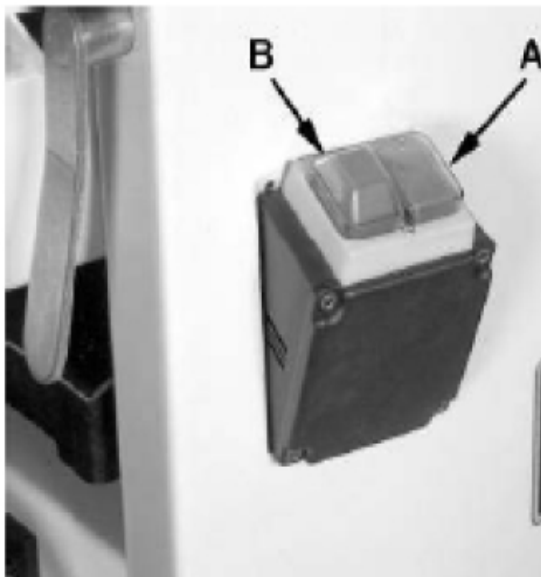

Abb. 7: Bedienelemente START- und STOP-Taste
Schritt 2: Drücken Sie zum Starten die grüne Einschalttaste (A, Abb. 7).
Schritt 3: Drücken Sie die rote Aus-Taste (B, Abb. 7), um zu stoppen.